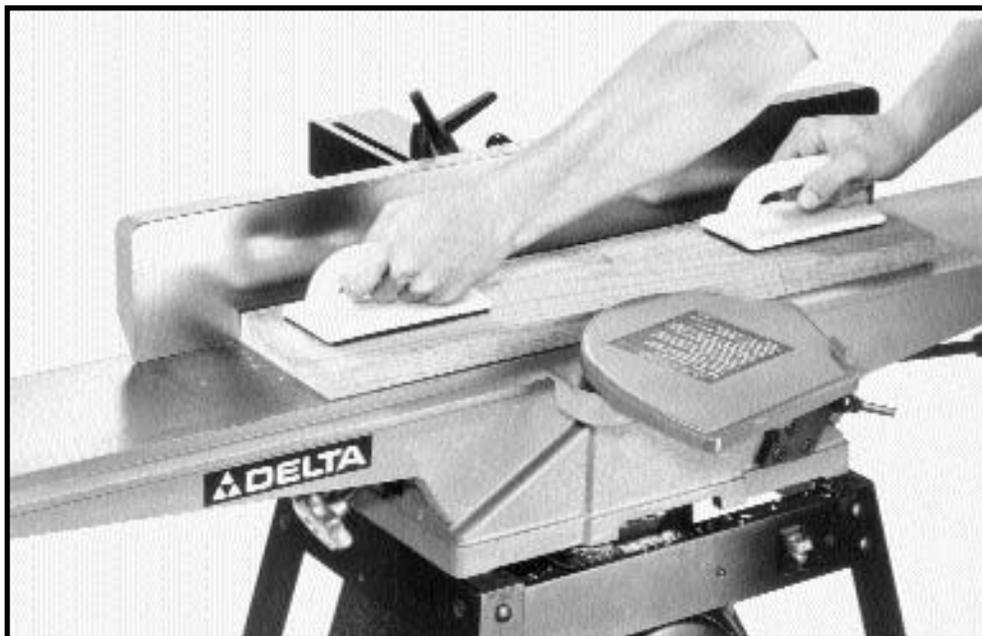

Fig. 3
**Funciones de acepillado** - Las funciones de acepillado o alisado son idénticas a las funciones de machimbrado salvo por la posición del material. Para el acepillado, la superficie plana principal del material se coloca sobre la mesa de alimentación de la machimbradora con el borde angosto del material contra la guía, como lo muestra la Fig. 3. El material es movido desde la mesa de alimentación a lo largo del cabezal de corte hacia la mesa de avance de salida. Haga uso de bloques de empuje en dónde sea posible cuando vaya a realizar funciones de acepillado.